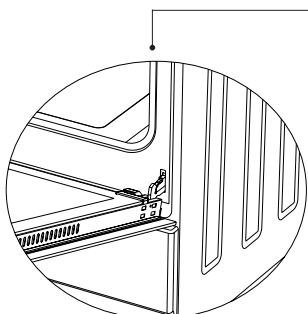

Figura 14.1
1. Abra por completo la puerta del horno y desmonte la puerta abriendo del pestillo que hay en la bisagra con ayuda de un destornillador como se muestra en la figura 14.1.